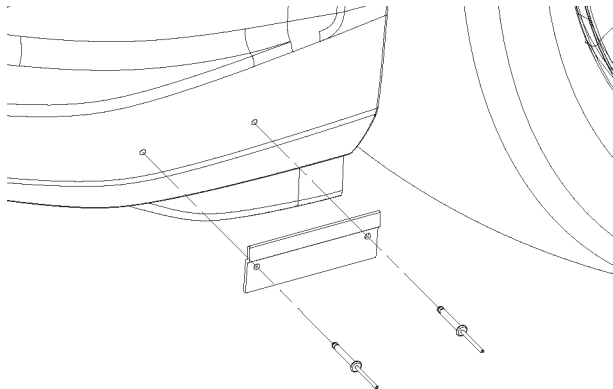

FIGURE 34
8. Fixer la bride au carénage à l'aide de deux rivets en aluminium. Un par côté. Se reporter à la Figure 34.